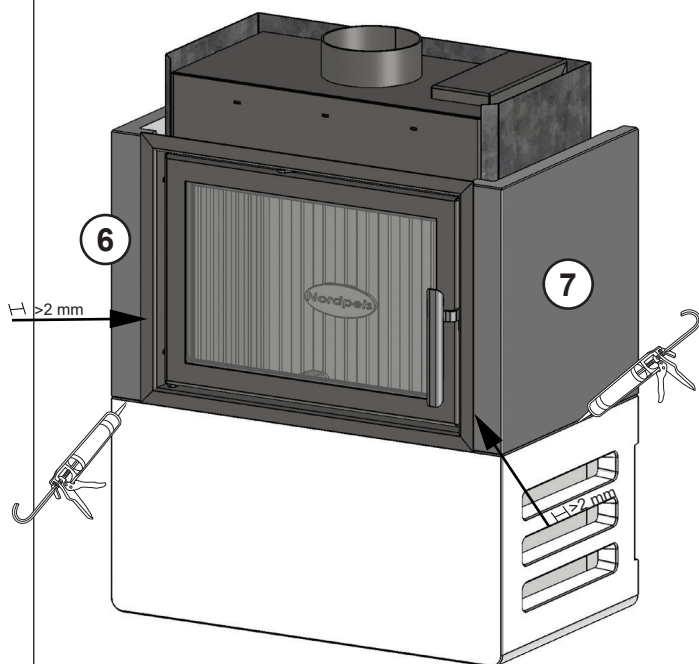

FIG 9 T
**FIG 9:** If the rear connection is used, carefully remove the perforated area in the upper back element. **Please note!** This element has the double function of a firewall, hence **the protective ring must be used when the fireplace is connected at the rear.**
**RYS. 9:** W przypadku podłączenia od tyłu należy ostrożnie usunąć perforowany fragment w górnej tylnej części. **Uwaga!** Ten element pełni podwójną rolę ściany ogniowej, w związku z czym **należy użyć pierścienia zabezpieczającego, jeśli kominek jest podłączany od tyłu.**